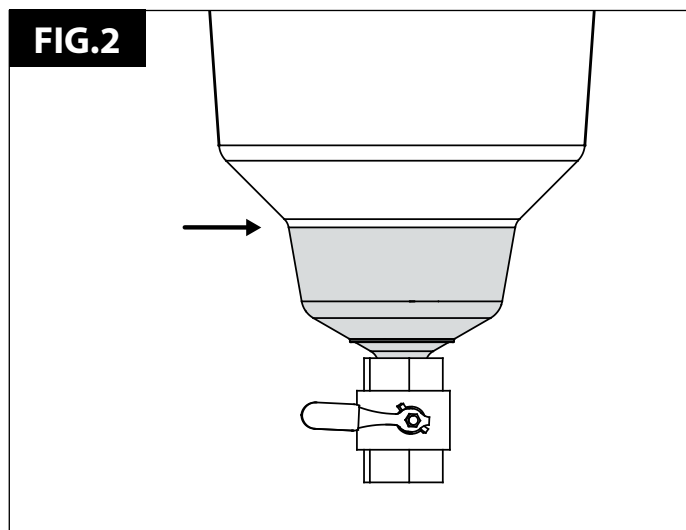

FIG.3
1. Placer en exerçant une pression les trois supports sur l'anneau de support (Fig. 3).